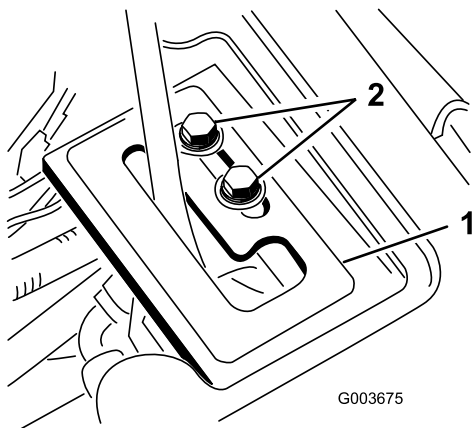

Figura 26
1. Inserite la piastra di guida della leva sulla leva di sollevamento e fissatela al telaio senza stringere eccessivamente con 2 viti a testa flangiata e rondelle (Figura 26).
7. Mentre il motore gira e la leva di sollevamento si trova in posizione di **Flottazione**, spostate la piastra di guida della leva finché non è possibile estendere e retrarre a mano il cilindro di sollevamento (Figura 26).
8. Serrate entrambe le viti di montaggio della piastra di guida della leva di sollevamento per mantenere la regolazione (Figura 26).